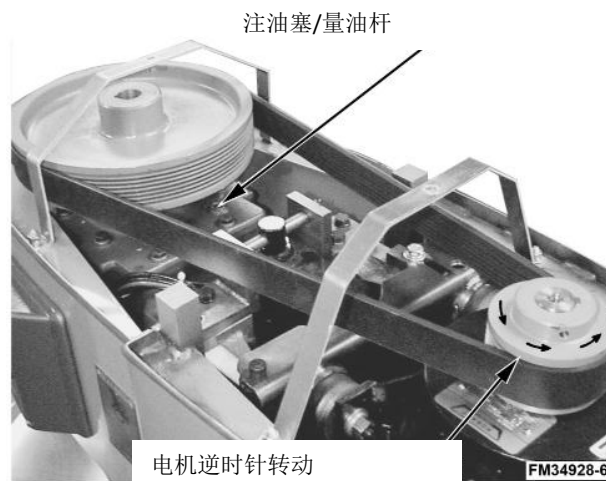

图2
搅拌机带油传动，启动搅拌机前检查油位（图2）。参见第16页润滑章节相应的润滑步骤。
3. 检查电机是否逆时针转动（图2）。否则交换连接任意两根导线。